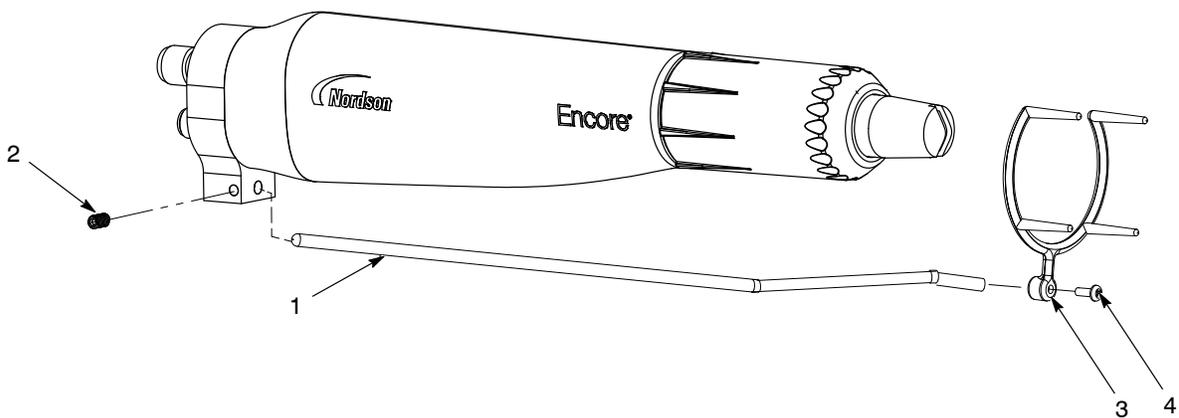

Рис. 3-4 Монтаж приемника ионов – распылителя с монтажной штангой
1. См. рис. 3-4. Вставить стержень приемника (1) в пластину заземления и зафиксировать винтом М5 х 8 (2) из комплекта приемника ионов.
2. Закрепить многоточечный наконечник (3) на стержне приемника при помощи винта М3 х 8 (4).